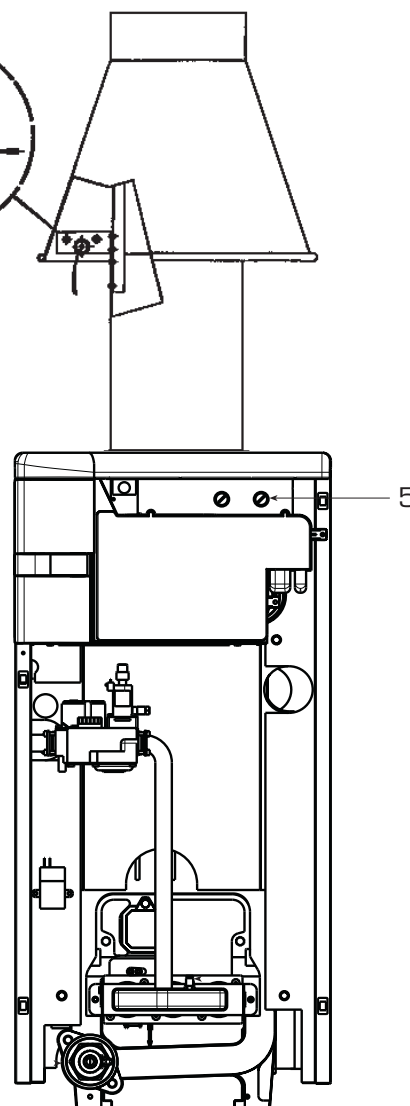

Рис. 17
3.8 УСТРОЙСТВО ПРОТИВОДЫМОВОЙ ЗАЩИТЫ (Рис. 17)